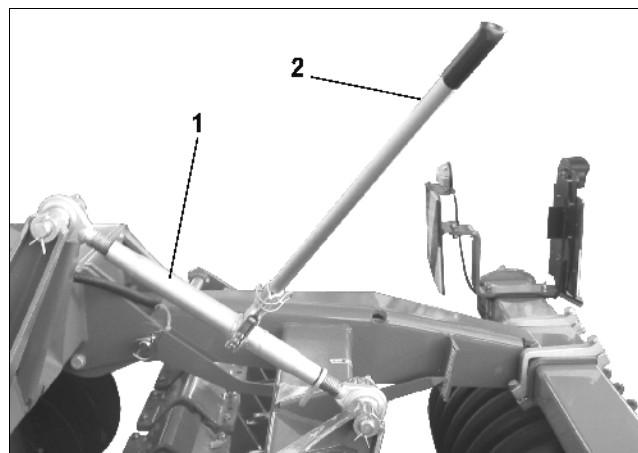

Рис. 15
- Регулировка глубины производится посредством проворачивания ходового винта (Рис. 15/1) при помощи рукоятки (Рис. 15/2).